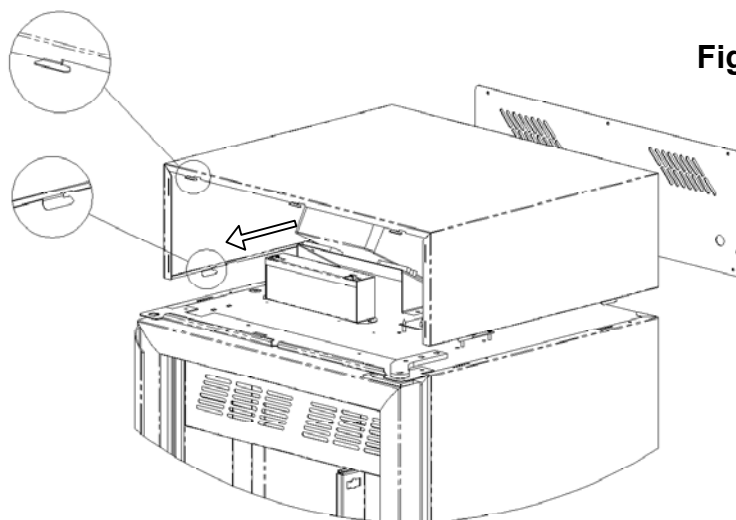

Fig.18
**Phase 3** Pour enlever le couvercle supérieur il est nécessaire d'enlever les vis de fixation de la grille de protection postérieure, à l'aide d'un tournevis à croix, et pousser le couvercle vers la porte jusqu'à son complet décrochement des accroches de blocage (Fig.18)